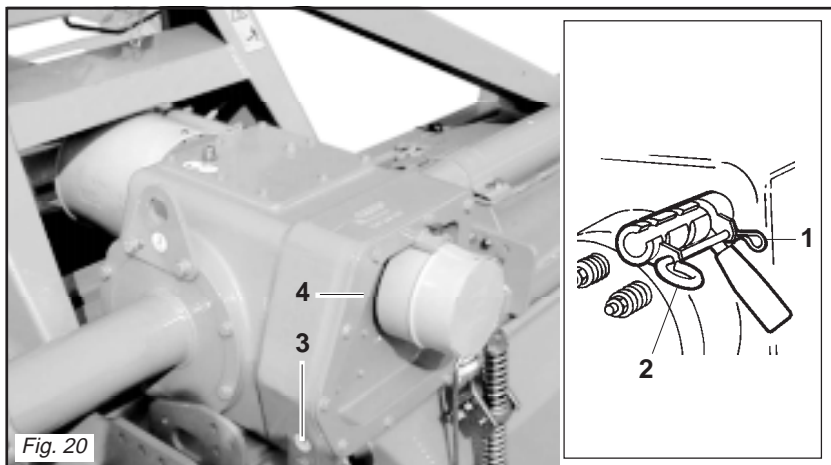

Fig. 20
The machine is equipped with a three-speed lever operated gearbox (Fig. 20) which can supply two different ranges of spinning values for the blade rotors in relation to the pair of gears installed at the rear.
To change the speed, remove the safety split pin (1 Fig. 20), remove the rod (2 Fig. 20) that locks the gear lever in position and then move the lever itself to the desired position.
Die Maschine ist mit einem Schalthebel mit drei Stellungen ausgestattet (Abb. 20), der je nach den beiden Zahnrädern, die hinten positioniert sind, zwei unterschiedliche Drehzahlbereiche für die Rotation der Messertragerotoren liefern kann.
Um einen anderen Gang zu erhalten, den Sicherungssplint (1 Abb. 20) herausziehen, die Stange (2 Abb. 20) entfernen, mit der der Gangschalthebel blockiert wird, um den Hebel dann in die gewünschte Stellung zu bringen.
La machine est équipée d'une boîte à trois vitesses, avec commande par levier (Fig. 20). Suivant le couple d'engrenages placés à l'arrière, il peut fournir deux gammes différentes de valeurs de rotation des rotors porte-couteaux.
Pour changer de vitesse il faut retirer la goupille de sécurité (1 Fig. 20), déposer la tige (2 Fig. 20) qui bloque le levier de vitesses pour pouvoir le déplacer sur la sélection désirée. Ensuite remonter la
La máquina está equipada con un cambio de palanca de tres velocidades (Fig. 20) que en base al par de engranajes emplazados en posición posterior puede suministrar dos diversas gamas de valores de rotación de los rotores portacuchillas.
Para cambiar velocidad es necesario extraer el pasador de seguridad (1 Fig. 20), quitar la varilla (2 Fig. 20) que bloquea en posición la palanca de las marchas y
- scaricare l'olio dalla scatola cambio svitando il tappo inferiore (3 Fig. 20);
- rimuovere il coperchio (4 Fig. 20) con cura per non danneggiare il paraolio posizionato in corrispondenza dell'albero della presa di forza uscente e l'anello OR;
- drain the oil from the gearbox by unscrewing the lower plug (3 Fig. 20);
- remove the cover (4 Fig. 20) with care to prevent damage to the oil seal installed on a level with the output PTO shaft and the OR ring;
- Das Öl aus dem Getriebegehäuse ablassen, indem man den unteren Stopfen (3 Abb. 20) abschraubt.
- Den Deckel (4 Abb. 20) sorgfältig abnehmen, um die Öldichtung auf dem austretenden Zapfwellenstummel und den O-Ring nicht zu beschädigen.
- laissez sortir l'huile de la boîte de vitesses après avoir dévissé le bouchon en bas (3 Fig. 20);
- enlevez le couvercle (4 Fig. 20) en faisant attention à ne pas endommager le joint pare-huile qui se trouve au niveau de l'arbre de sortie de la prise de force et le joint d'étanchéité;
- descargar el aceite de la caja de cambios desenroscando el tapón inferior (3 Fig. 20).
- quitar la tapa (4 Fig. 20) con cuidado para no dañar el guardagotas emplazado en coincidencia con el eje de la toma de fuerza de salida y el anillo OR.